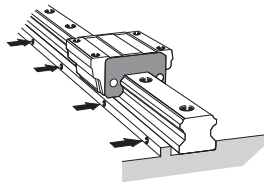

図9 押しねじの締付け
(3) LMレール押しねじを横取付面に密着する程度の締付力で順序良く締付けます。(図9)